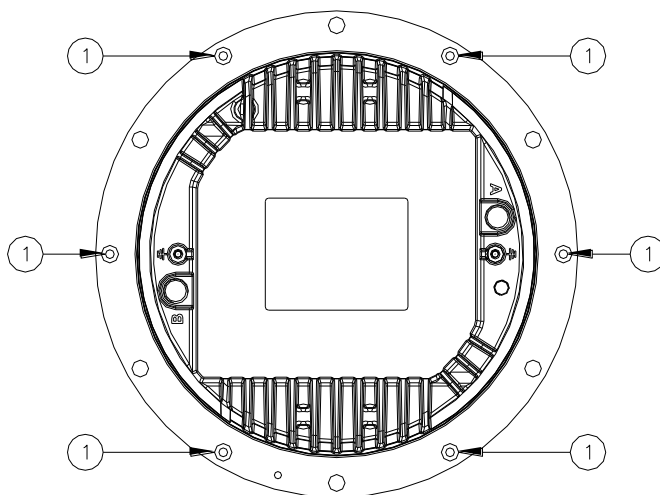
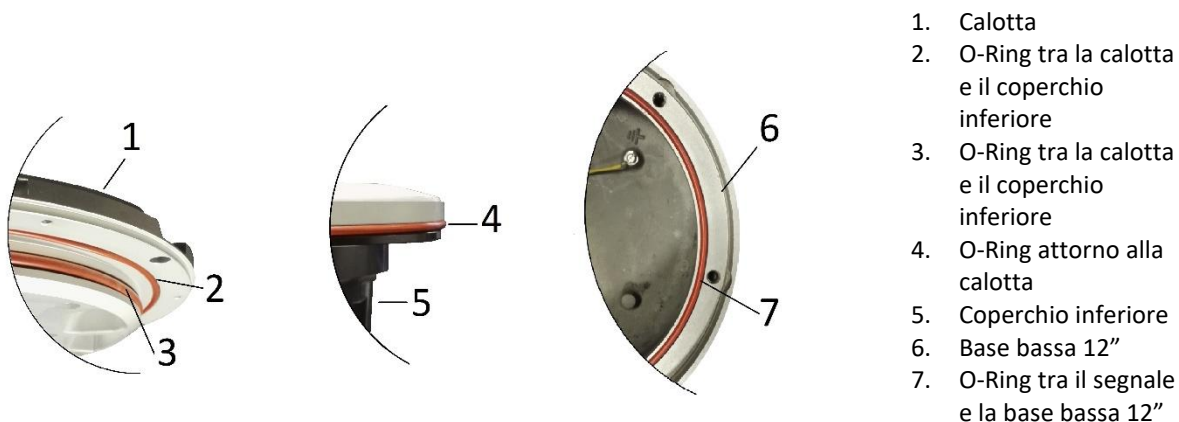

Figura 16 – Viti di fissaggio del coperchio inferiore
Figura 18 – Guarnizioni del segnale
- Separare il coperchio inferiore dalla calotta svitando le sei viti di bloccaggio TSP TORX M5x10 (Figura 16 - n°1).
- sei viti di bloccaggio TSP TORX M5x10 (Figura 16 - n°1);
- le guarnizioni O-Ring fra calotta e coperchio inferiore (Figura 18 – n°2 e 3);
Verificare il corretto posizionamento delle guarnizioni O-Ring tra calotta e coperchio inferiore (Figura 18– n°2 e 3); montare il coperchio inferiore nella calotta e chiuderla con le sei viti TSP TORX M5x10 (Figura 16 - n°1). Uno strato di adesivo anaerobico frenafilietti medio (per esempio LOXEAL 24-18) può essere applicato alle viti prima dell'installazione; coppia di serraggio 2,5 Nm.
- O-Ring attorno alla calotta (Figura 18– n°4);
- O-Ring tra il segnale e la base bassa (Figura 18– n°7);